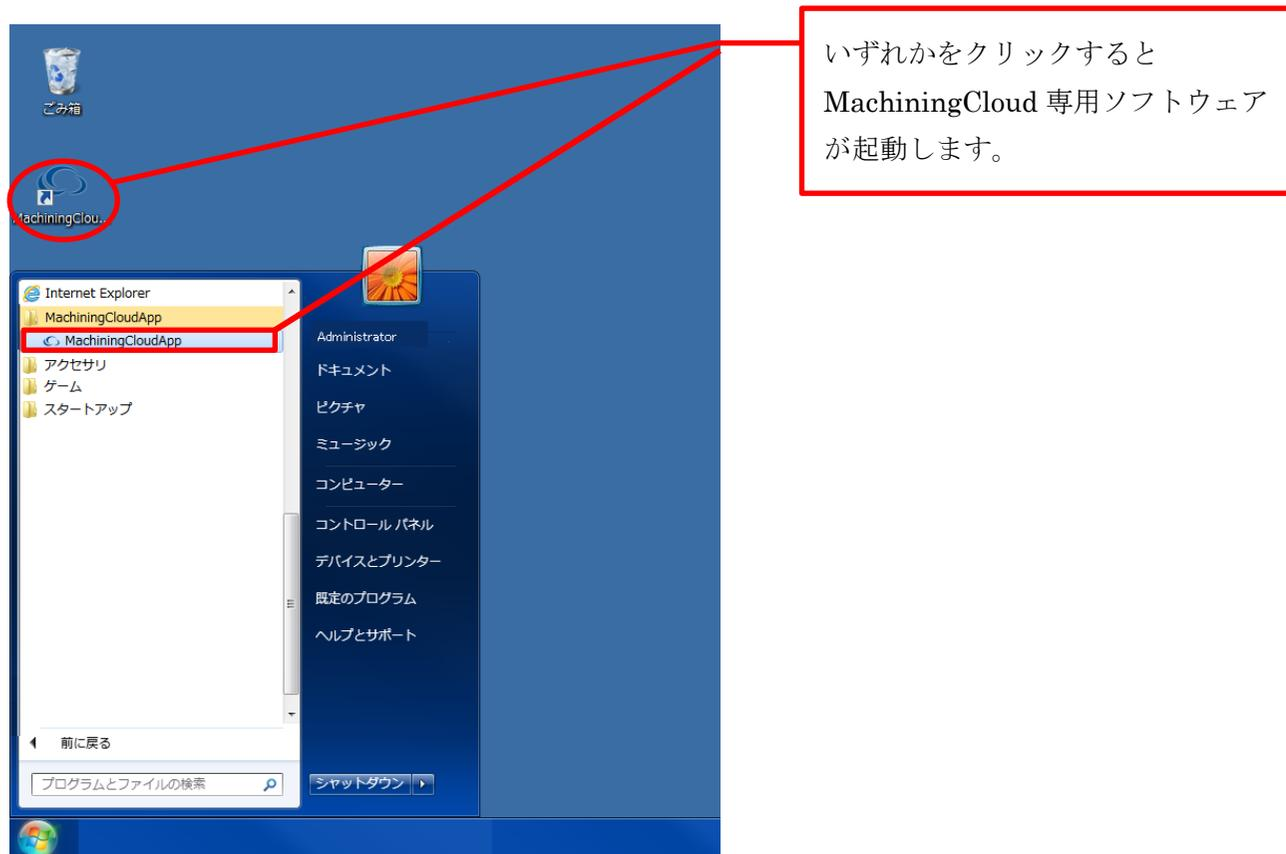

図 10 Windows デスクトップ画面
- (1) Windows デスクトップ (図 10) にある MachiningCloud のアイコンまたはプログラムの「MachiningCloudApp」、もしくは、専用ソフトウェアのインストール完了に示す別ウインド (図 9) の「アプリの実行」をクリックすると、MachiningCloud 専用ソフトウェアが起動します。